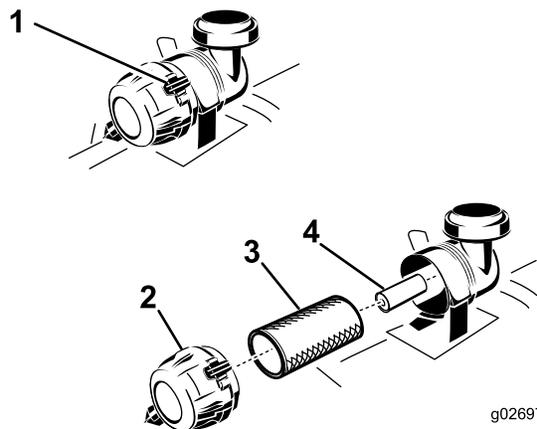

Figura 49
4. Rilasciate i dispositivi di fermo sul filtro dell'aria e tirate via il coperchio dal corpo del filtro dell'aria (Figura 49).
6. Estraiete con cautela il filtro primario dal corpo del filtro dell'aria (Figura 49).
2. Se sostituite il filtro interno, inseritelo con cautela nel corpo del filtro (Figura 49).
3. Montate con cautela il filtro primario sul filtro di sicurezza (Figura 49).
4. Installate il coperchio del filtro dell'aria con il tappo di sfianto verso il basso e ruotate in modo che i dispositivi di fermo bloccino il coperchio nella corretta posizione (Figura 49).